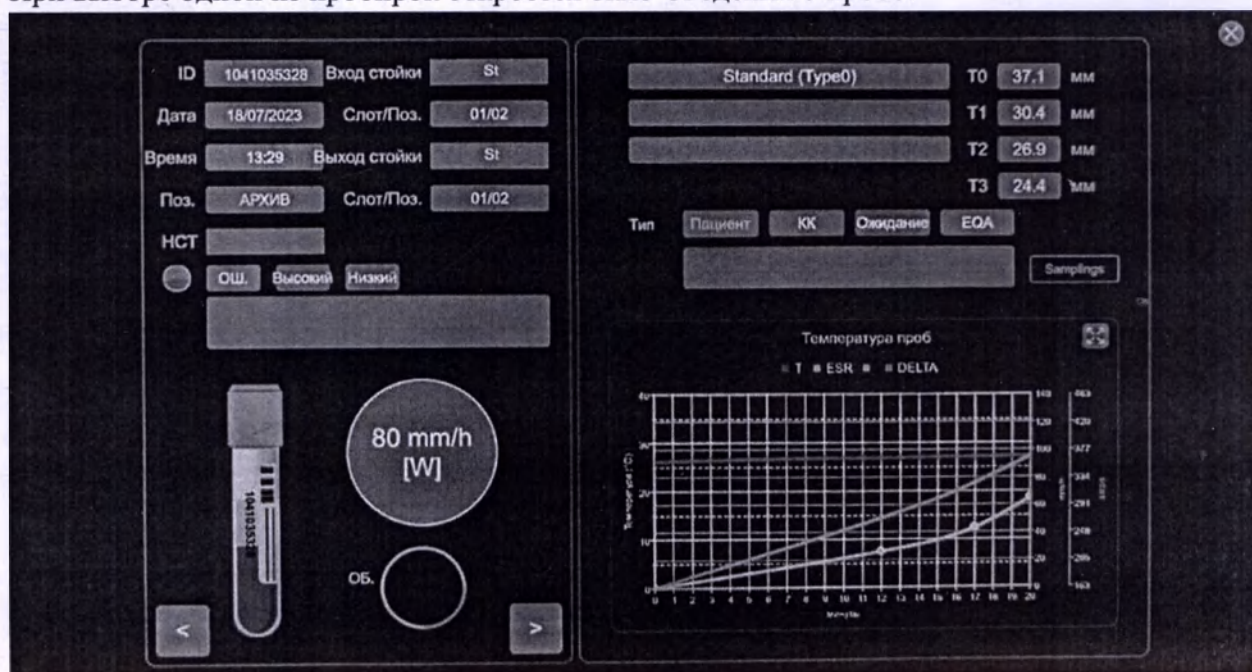

Рисунок 40. Окно Сведения о пробе
Окно «Сведения о пробе» (Рисунок 40) показывает:
- сообщения об ошибках, относящиеся к образцам (Рисунок 40) («ОШ», «Высокий» или «Низкий») с описанием типа ошибки в поле ниже
В этом случае при нажатии на один из образцов откроется окно сведений о пробе, описанное выше (Рисунок 40).